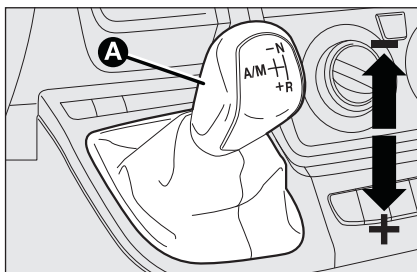
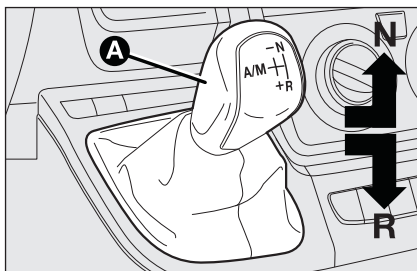
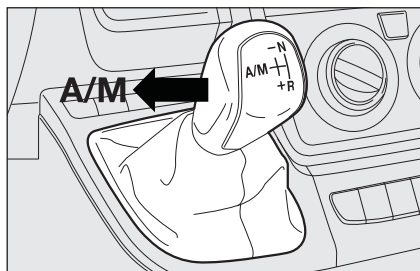

fig. 1
fig. 2
fig. 3
Il cambio è costituito da una trasmissione meccanica tradizionale provvista di leva **A-fig. 1**, alla quale è stato aggiunto un dispositivo elettroidraulico a controllo elettronico che gestisce automaticamente la frizione e l'inserimento delle marce.
- Spingere la leva del cambio verso **+** (marcia superiore) **fig. 1** per inserire la prima marcia (se si proviene da **N** o **R** basta portare la leva nella posizione centrale) oppure in **R fig. 2** per inserire la retromarcia.
- In condizione di marcia, spingere la leva del cambio verso **(+)** **fig. 1** per inserire la marcia superiore oppure verso **(-)** **fig. 1** per inserire quella inferiore.
- Spingere la leva del cambio in **A/M** fig. 3, per inserire la logica automatica; spingere la leva del cambio verso **+** (marcia superiore) fig. 1 per inserire la prima marcia (se si proviene da **N** o **R** basta portare la leva nella posizione centrale) oppure in **R** fig. 2 per inserire la retromarcia.
La leva di comando **A**-fig. 1, ubicata nel tunnel centrale, è di tipo flottante "multi-stabile", ossia può assumere tre posizioni stabili e tre instabili.
Le tre posizioni stabili sono quelle corrispondenti alla folle **N**-fig. 2, alla retromarcia **R**-fig. 2 e alla posizione centrale situata tra le posizioni instabili (-) e (+) fig. 1.
Le posizioni instabili, ossia quelle che vengono abbandonate dalla leva non appena questa viene rilasciata, sono invece le posizioni di richiesta marcia superiore (+), posizione richiesta marcia inferiore (-) e la posizione di richiesta modalità di funzionamento automatica (**A/M**) fig. 3.
spostare la leva in posizione **(+)** **fig. 1** per inserire una marcia superiore;
spostare la leva in posizione **(-)** **fig. 1** per inserire una marcia inferiore.
Per inserire/disinserire il funzionamento automatico (**AUTO**) occorre spingere la leva in posizione **A/M** **fig. 3**; l'avvenuta attivazione viene segnalata dalla visualizzazione della scritta **AUTO** **fig. 5** e della marcia inserita sul display multifunzionale riconfigurabile.
- con leva già in posizione centrale spostare la leva verso + (marcia superiore) **fig. 1**;
- con leva in (**N**) o (**R**) **fig. 2** spostare la leva in posizione centrale e quindi verso + (marcia superiore) **fig. 1**;
- con leva già in posizione centrale spostare la leva per 2 volte verso + (marcia superiore) **fig. 1**;
- Portare la leva in (**R**) **fig. 2**;